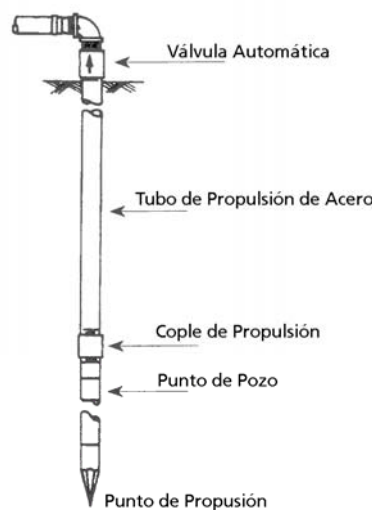
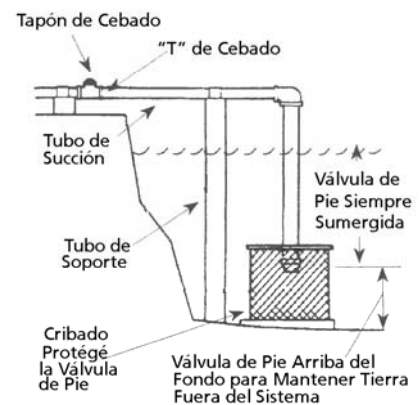

Figura 6- Instalación manejada de punto
Figura 7- Instalación de lago
1. Conecte el tubo de succión al maneja el punto como mostrado en la Figura 6. Mantenga tubo horizontal corren tan corto como sea posible y cinta de PTFE de uso en el hilo masculino de tubo.
2. Instale una válvula de cheque en el tubo de succión, y la flecha de flujo debe señalar hacia bomba (Figura 6).
2. Para ayudar preparación en bien instalaciones de punto cuando la tubería horizontal es más larga que 25 pies, instala una válvula de cheque de línea y se asegura los puntos de flecha de flujo hacia bomba, ven Figura 7.
IMPORTANTE: Para el tubo horizontal largo corre, instala un tee de preparación entre válvula de cheque y dirige bien como mostrado en la Figura 7. Para la instalación manejada del punto, cuando la tubería horizontal es más que 25 p de largo, instala una válvula de cheque como mostrado en la Figura 6. Asígurese los puntos de flecha de flujo de válvula de cheque hacia bomba. Vea "Bien Instalación de Tubo" (Vea páginas 12&13) para más información.